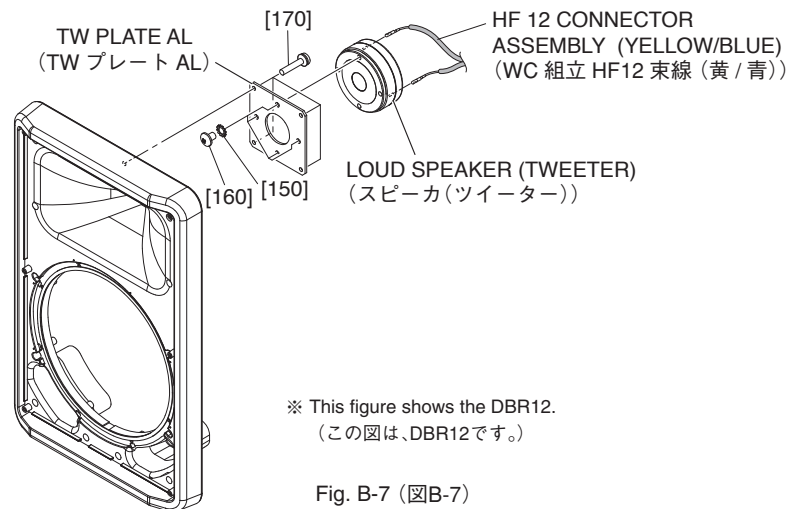
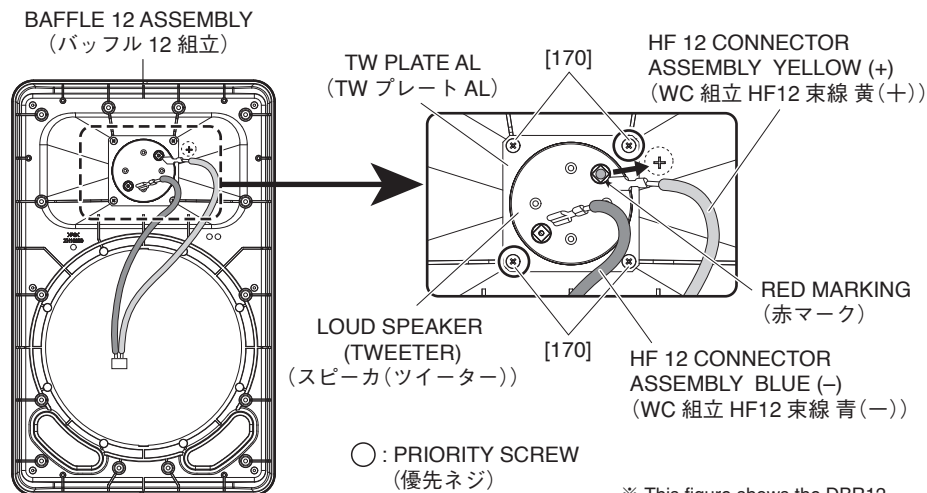

Fig. B-7 (図B-7)
Fig. B-8 (図B-8)
- B-4-4 Remove the HF 12 connector assembly/HF 15 connector assembly (yellow/blue) attached to the loud speaker (tweeter) terminal. (Fig. B-7, Fig. B-8)
- B-4-5 Remove the four (4) screws marked [170]. The TW plate AL can then be removed together with the loud speaker (tweeter). (Fig. B-7, Fig. B-8)
- \* **When installing the TW plate AL, first tighten the two (2) priority screws as shown in Fig. B-8.**
- B-4-6 Remove the four (4) screws marked [160] and four (4) washer o. tooth marked [150]. The loud speaker (tweeter) can then be removed from the TW plate AL. (Fig. B-7)
- B-4-4 スピーカ(ツイーター)端子に取り付けられているWC組立HF12束線/WC組立HF15束線(黄/青)を外します。(図B-7、図B-8)
- B-4-5 [170]のネジ4本を外して、スピーカ(ツイーター)と共にTWプレートALを外します。(図B-7、図B-8)
※ TWプレートALを取り付けるときは、図に示す優先ネジ2本を先に締めてください。(図B-8)
- B-4-6 [160]のネジ4本と[150]の歯付座金外歯4個を外して、TWプレートALからスピーカ(ツイーター)を外します。(図B-7)